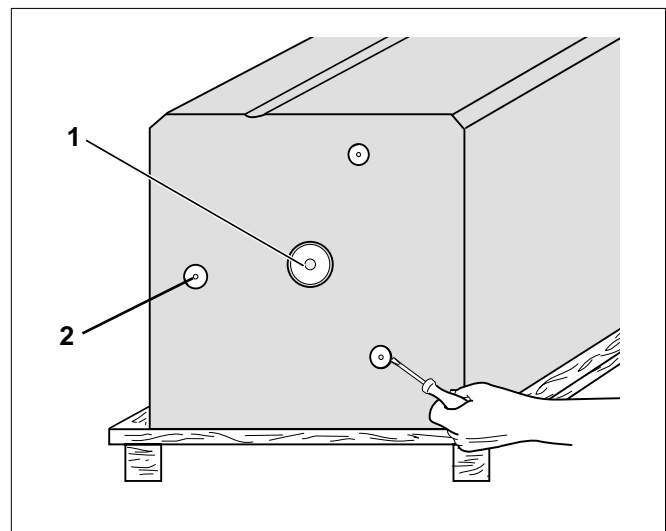

Fig. 5 Vista da sotto:
- Solo in caso di montaggio a terra: estrarre dalla confezione i piedini M 10 x 30, vedi Fig. 5, Pos. 2.
Nel caso di montaggio di un kit di svuotamento (optional), è necessario togliere prima il tappo da $\frac{1}{2}$ avvitato al centro. Dopo si procederà a montare i piedini "lunghi" con rivestimento in gomma a corredo della fornitura del kit di svuotamento. Prima di tale operazione, è necessario spezzare con un cacciavite le coperture pretagliate. (Fig. 5).
Legenda Fig. 5: